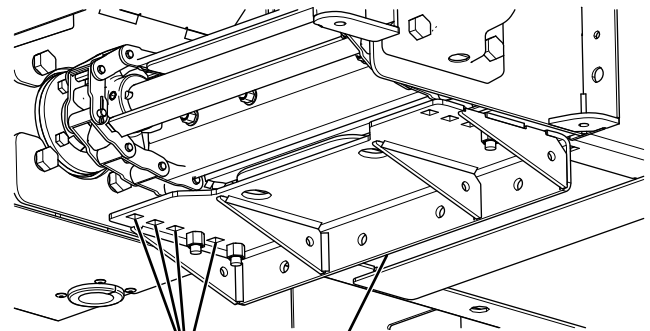

Figura 6
3. Mueva el tope de deslizamiento a la posición deseada y sujételo con los pernos de cuello cuadrado que retiró anteriormente (Figura 6).